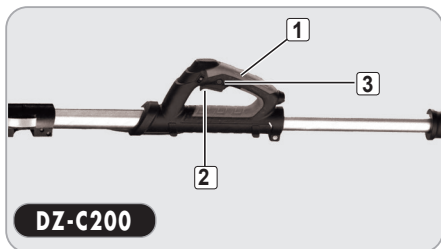

Fig.6
- Pentru a porni tineti ferm slefuitorul de maner (1) si apasati comutatorul (2)
- Pentru a bloca pe pozitia pornit, apasati butonul de blocare(3) apoi eliberati comutatorul, dupa care eliberati butonul de blocare
- Pentru a opri slefuitorul, apasati si eliberati comutatorul. (Fig.6)